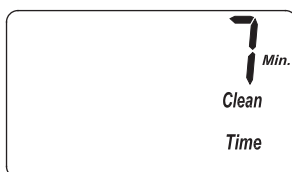

FIG. 28
1. Mantenga oprimido el botón PROGRAM (Programar) hasta que aparezca la pantalla que se indica en la Fig. 26. Cuando ello ocurra, oprima tres veces el botón PROGRAM (Programar) y aparecerá la pantalla que se indica en la Fig. 28.